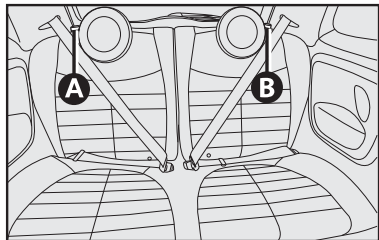

fig. 57
- atuar no botão **A** ou **B-fig. 57** para destravar respectivamente a parte esquerda ou direita do encosto e acompanhá-lo sobre o assento.
- atuar no botão **A** e **B-fig. 57** para destravar respectivamente a parte esquerda e direita do encosto e acompanhá-lo sobre o assento.